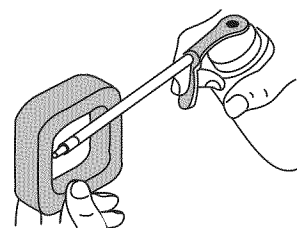

Fig. 36
- Aplique suficiente aceite limpio de motor SAE 30 para recubrir ligeramente el filtro (Fig. 36).